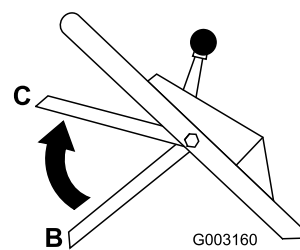

Figura 20
3. Levante la barra de control hasta la posición central, unas 13 cm por debajo del travesaño del manillar (Posición C en Figura 20).
4. Suelte la barra de control de la cuchilla (Posición B en Figura 20).